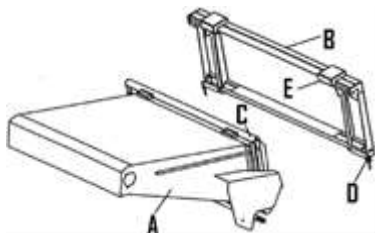
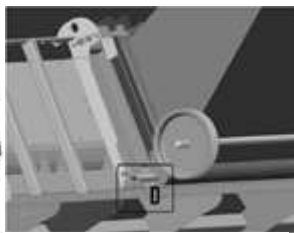
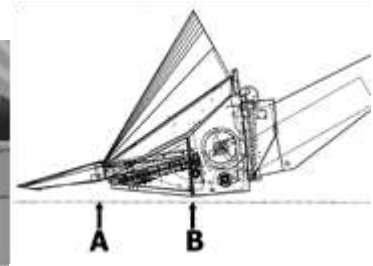

Abb. 10
Abb. 11
Abb. 13
Den Kanal des Mähreschers (A) an die Kopplung des Sonnenblumenpflückers (B) annähern. Den oberen Teil des Rahmens (C) in den vorgesehenen Sitz am Sonnenblumenpflücker (E) einführen. Den Sonnenblumenpflücker komplett anheben und unten die Riegel (D) im Inneren des Kanals blockieren, Abb. 10. Arretierbolzen müssen wie auf Abb. 11,12 sein.
Der korrekte Arbeitswinkel ist dargestellt in Abb.13. Die Höhe A muss bei ca. 18 cm liegen und die Höhe B bei 6 cm. Andernfalls Befestigungsschrauben verstellen über der Verbindung B aus Abb.10.